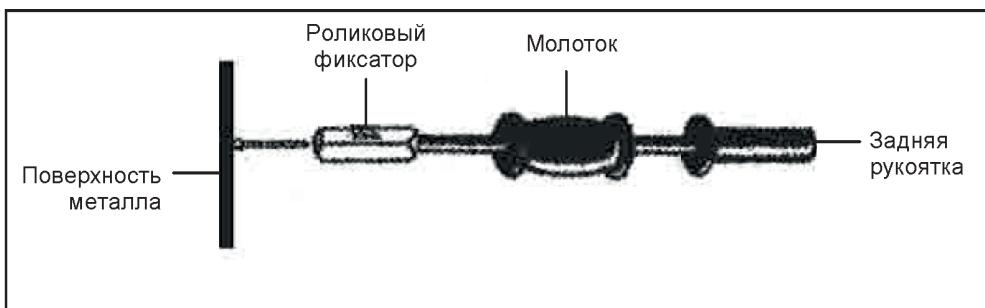

Рис. 4
6. Возьмите обратный молоток (Рис. 4), установите приваренный гвоздь в зажим молотка. С помощью роликового фиксатора закрепите гвоздь в молотке.